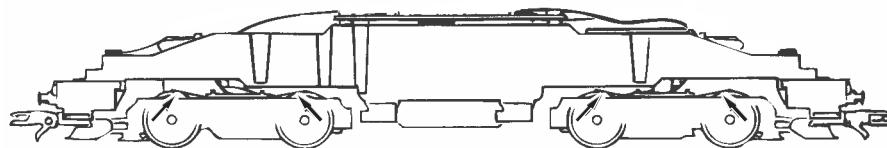

Fig. 6
1. Nettoyage des lames de courant aux roues: Les lames de contacts risquent de s'encaisser rapidement sur des voies poussiéreuses. Veuillez **enlever la poussière** aux endroits marqués à la fig. 6 à l'aide d'un petit pinceau souple.
3. Échange des bandages d'adhérence: Démontez d'abord le **couvercle du carter des engrenages** des engrenages. Délogez ensuite les essieux bandagés et enlevez, à l'aide d'une aiguille ou d'un tournevis fin, les bandages d'adhérence (fig. 6). Lors du montage des nouveaux bandages veuillez veiller à ce que les bandages **ne soient pas tordus**.